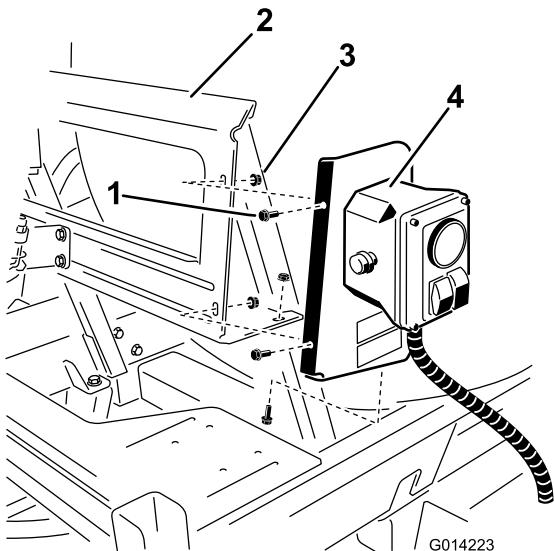

图6
2. 如图6所示，用3个螺栓(1/4 x 5/8 英寸)和3个锁紧螺母(1/4 英寸)将总成安装到安装支架上。